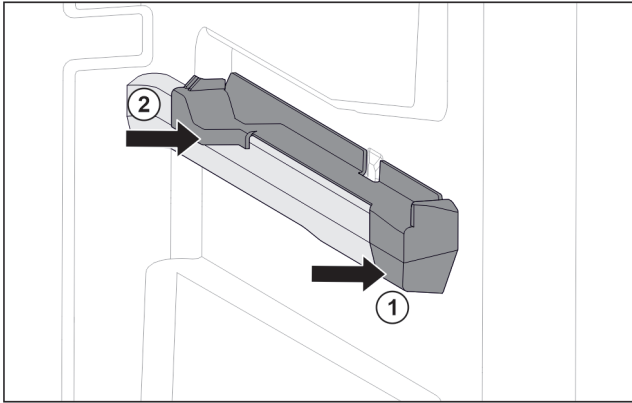

Fig. 108 Pieza de acoplamiento en la nervadura para recipientes derecha
- ▶ Coloque la pieza de acoplamiento delante en la nervadura para recipientes. Fig. 108 (1)
- ▶ Presione la pieza de acoplamiento por detrás. Fig. 108 (2)